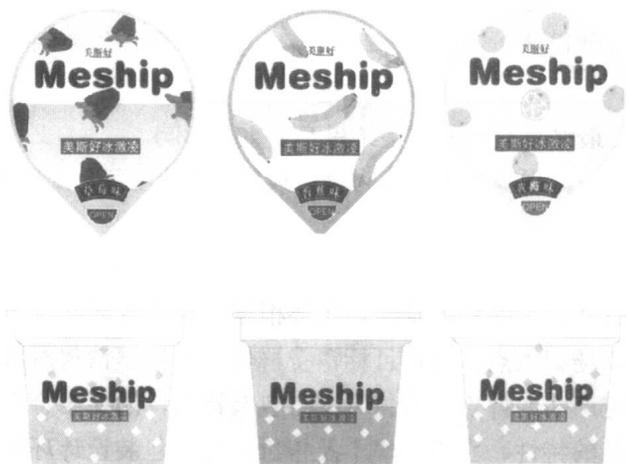

图 1-6
(4) 设计方案稿提案。将设计完成的接近实际效果的方案进行彩色打印输出，初步设计提案只要表现出主要展示面即可，并以平面效果图的形式向企划部提案说明。然后筛选出较为理想的方案并提出具体的修改意见（如图 1-6 所示）。